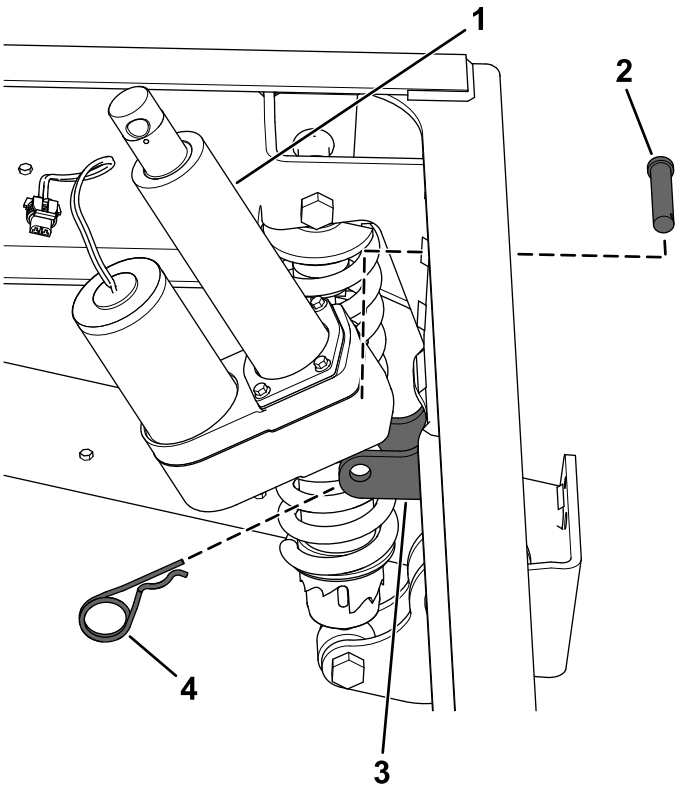

Figure 10
1. Alignez le trou dans le point de montage inférieur prévu pour l'actionneur de levage et les trous dans les supports de montage du châssis (Figure 10).
2. Fixez l'actionneur de levage aux supports de montage du châssis à l'aide de l'axe de chape (2¼") et de la goupille fendue (Figure 10).